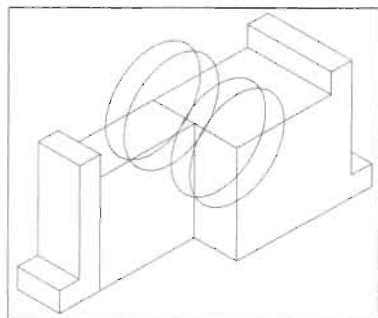

图 11-92
(5) 单击“修改”工具栏中的“复制”按钮, 复制上一步绘制的等轴测圆, 如图 11-92 所示, 命令执行过程如下: